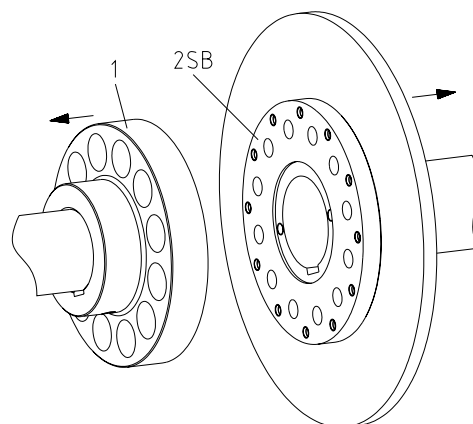

figura 9
- Por favor, monte los mangones en el eje del lado motriz y conducido de forma que las caras finales de los mangones del acoplamiento queden al ras con las caras de los ejes (ver figura 9)